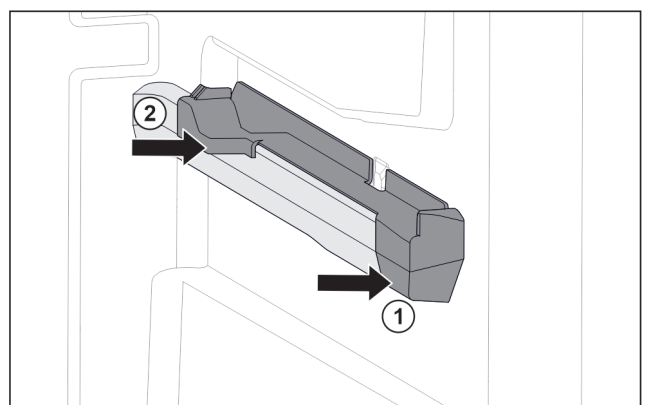

Fig. 84 Natični dio na desnom žlijebu spremnika
- ▶ Postavite natični dio sprijeda na žlijeb spremnika. Fig. 84 (1)
- ▶ Pritisnite natični dio straga. Fig. 84 (2)